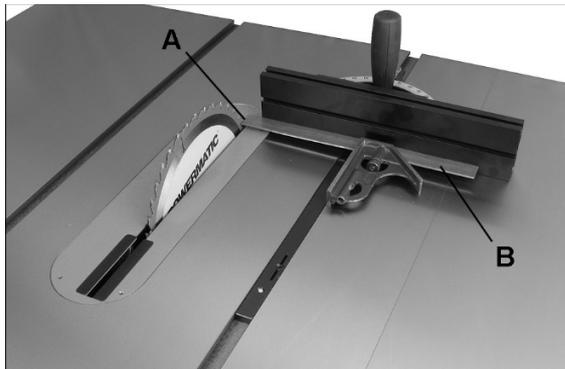

Рис. 8-10
См. Рис. 8-10 и 8-11.
3. Пометьте один зуб диска (А, Рис. 8-10) восковым карандашом и расположите его немного выше верхней кромки передней части стола.